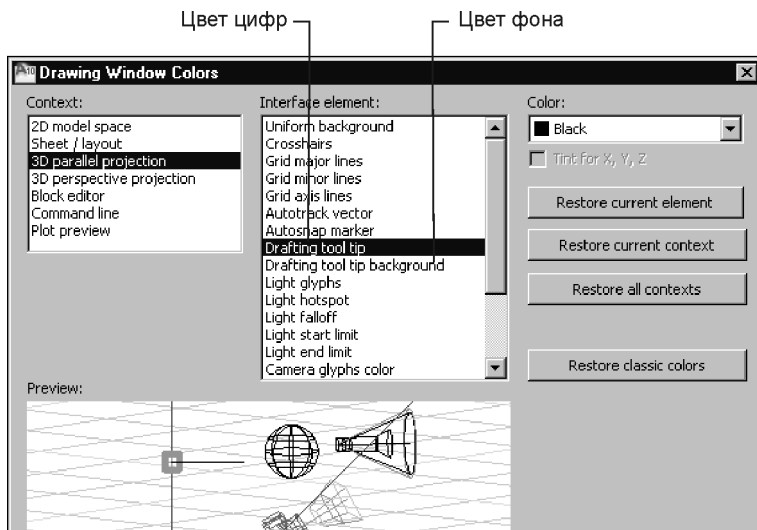

Рис. 10.3. Настройка цветов фона и цифр в поля ввода координат
- Установите в диалоговом окне **Drawing Window Colors** (Цветовая гамма окна чертежа) цвет фона и цвет вводимых цифр в полях ввода (рис. 10.3).